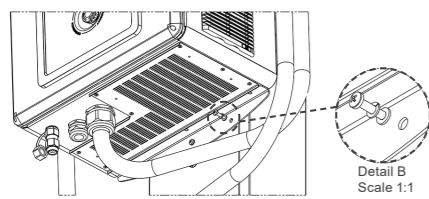

Figura 4.10: Ejemplo de fijación de los tornillos inferiores
3. Inicie la fijación por la parte inferior de la estructura, a través de los tres (03) puntos existentes, utilizando tres (03) tornillos hexagonales M6, conforme la Figura 4.10.